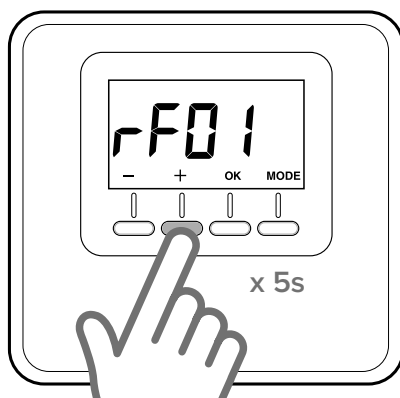

Fig. 7
- Premere nuovamente il tasto “+” per 5 secondi per accedere ai parametri tecnici, Il display mostra il parametro “rF01” (fig. 7)